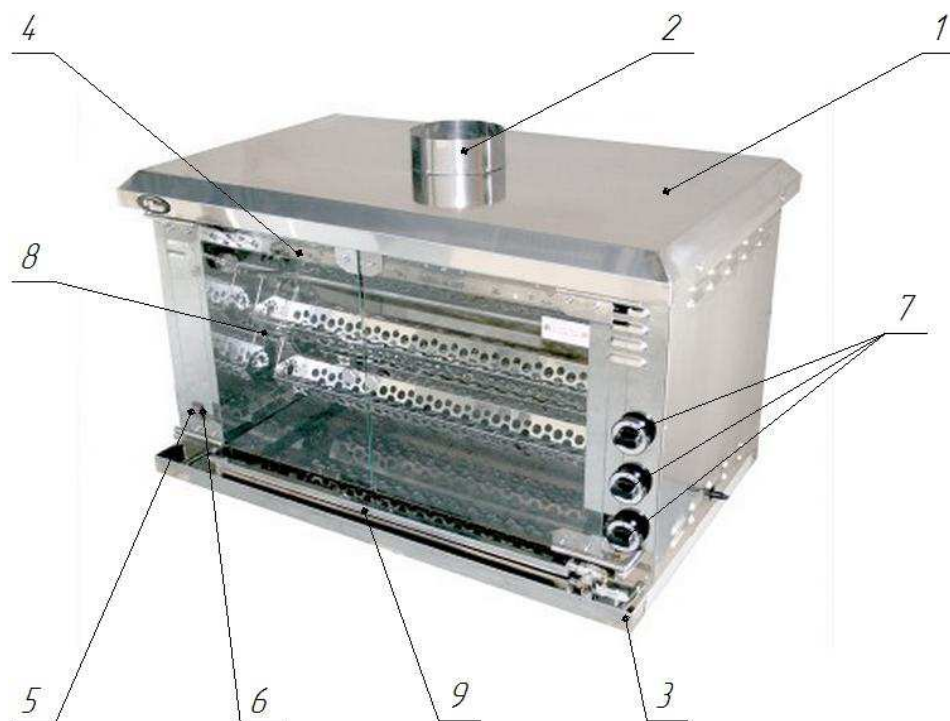

Рис. 1 Устройство карусельного гриля
4.1. Основные части изделия указаны на рис.1 и перечислены в таблице 3
7.8. Закрыть дверцы гриля и включить двигатель вращения вертелов при помощи кнопки на панели гриля слева поз. 6 рис. 1.